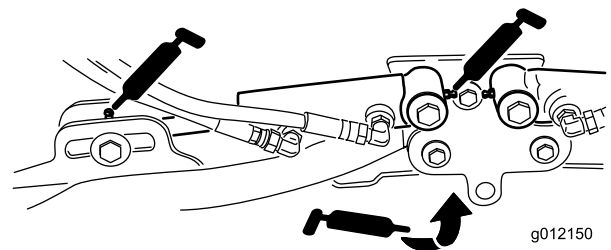

Figura 69
- Cilindros do braço de elevação da unidade de corte (2 cada) (Figura 69)
- Articulações do braço de elevação (1 cada) (Figura 69)